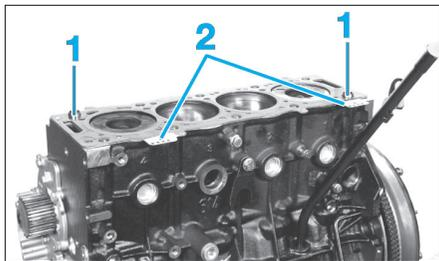

Fig. 64
- S'assurer de la présence des douilles de centrage (1) sur le bloc-cylindres et du sens correct du joint de culasse (2) (Fig.64).